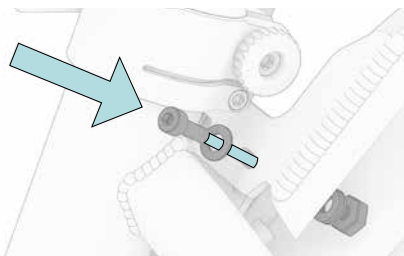

Abb. 9
Der Gepäckträger wird nun mit zwei Zylinderkopfschrauben M5 (4), selbstsichernden Muttern M5 (5) und vier Unterlegscheiben (6) an dem Anbindungsblech angebracht. Diese Verbindung wird zunächst auch nur locker angezogen (Abb. 9).